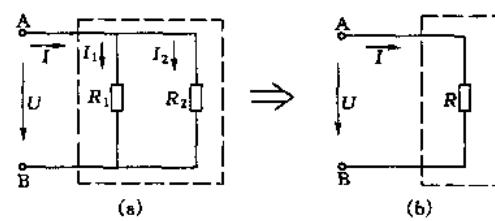

图 1-1-2 并联电路
- (1) 所有参加并联电阻的首端并接在一起,末端并接在一起,所有电阻受相同电压的作用,如图 1-1-2 所示。
- (2) 并联电路总电流  $I$  等于各个并联电阻的电流  $I_1$ 、 $I_2$ 、 $\cdots$ 、 $I_n$  之和。如果用图
1-1-2 (b) 来等效图 1-1-2 (a)，就是用  $R$  来代替  $R_1$ 、 $R_2$  的作用。对图 1-1-2 (a) 的总电流，应等于所有电阻的各个分电流之和，即